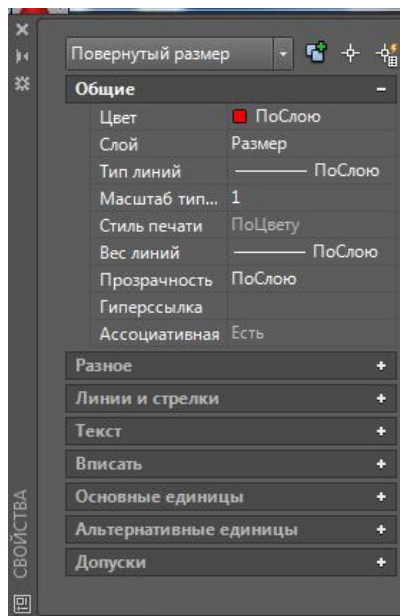

Рис. 9.
10. Можно редактировать один какой-нибудь размер в окне Свойства(рис.9).